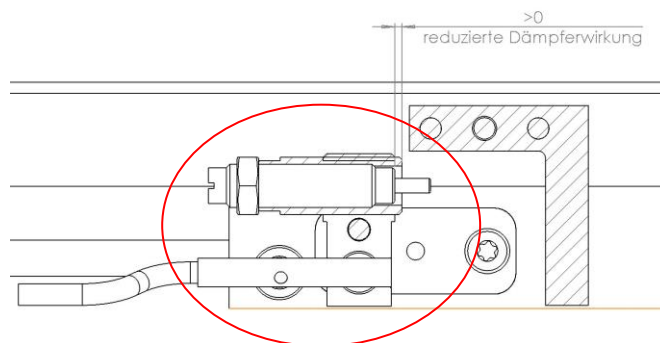

Abb. 21 Reduzierte Dämpferwirkung
1. Druckluft an P1 anschliessen (Abb. 21, P1) (Schlitten ausfahren).
2. Klemmschraube (Abb. 21, 1) lösen.
3. Position durch Verdrehen der Anschlaghülse (Abb. 21, 3) einstellen.
4. Stossdämpfer durch Verdrehen einstellen (Abb. 21, 2).
5. Klemmschraube (Abb. 21, 1) festziehen.
6. Druckluft an P2 anschliessen (Abb. 21, P2) (Schlitten einfahren).
7. Klemmschraube (Abb. 21, 1) lösen.
8. Position durch Verdrehen der Anlagschraube (Abb. 21, 3) einstellen.
9. Stossdämpfer durch Verdrehen einstellen (Abb. 21, 2).
10. Klemmschraube (Abb. 21, 1) festziehen.